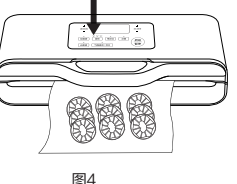

图4
- 选择对应真空模式后, 按启动/暂停键, 机器工作, 如图4;(工作中如需终止动作, 请再次按下启动/暂停键)